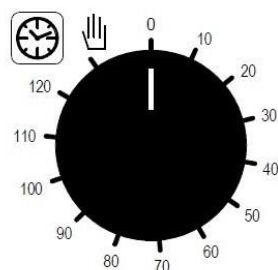

Abb. 1
**Programmierung der Kochzeit** - Die Inbetriebsetzung des Ofens erfolgt, indem der Drehknopf des Programmierers (Abb. 1) auf das Symbol  (Dauerbetrieb) oder auf die gewählte Kochzeit